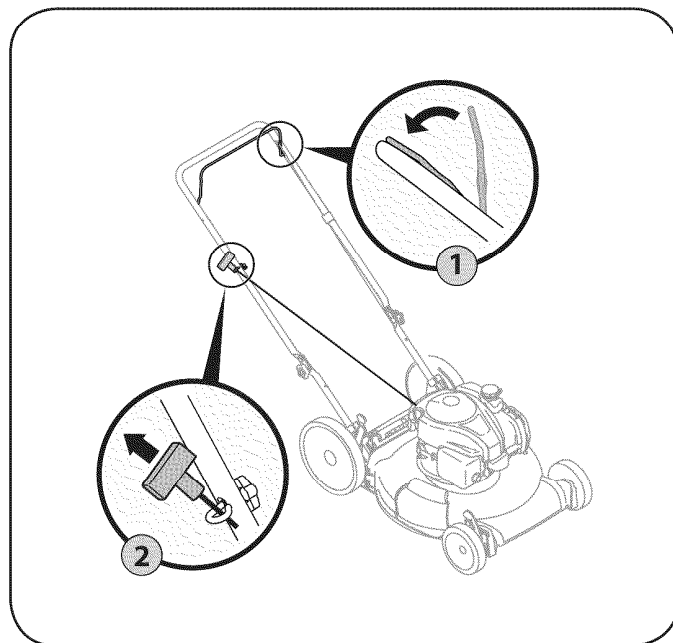

Figura 12
2. Sostenga firmemente las dos manijas juntas, tome la manija del arrancador de retroceso y tire de la cuerda para sacarla con un movimiento rápido y continuo. Vea la Figura 12. Mantenga firme la manija del arrancador, deje que la cuerda regrese lentamente al arrancador. Repita hasta que el motor esté en marcha. Deje que la cuerda se enrolle lentamente de regreso.